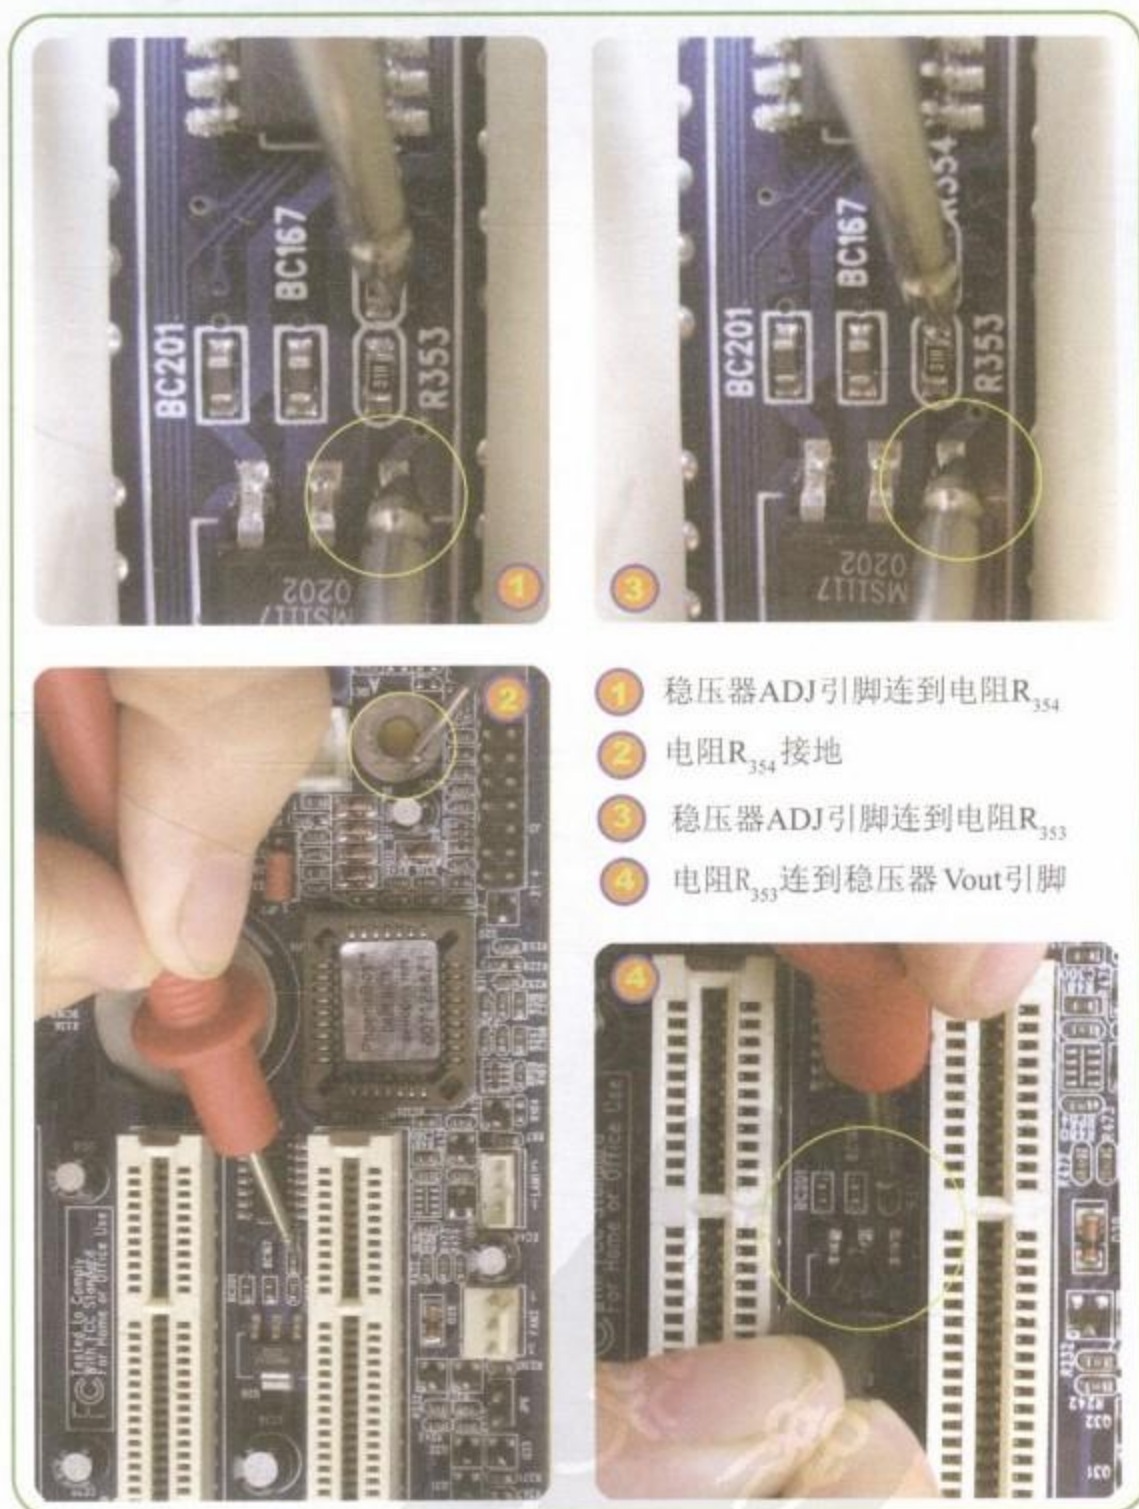

图6-23 三端稳压器的ADJ端和反馈电阻组成的反馈回路的线路
Step 03 测量三端稳压器的ADJ端和反馈电阻组成的反馈回路的线路,如图6-23所示。